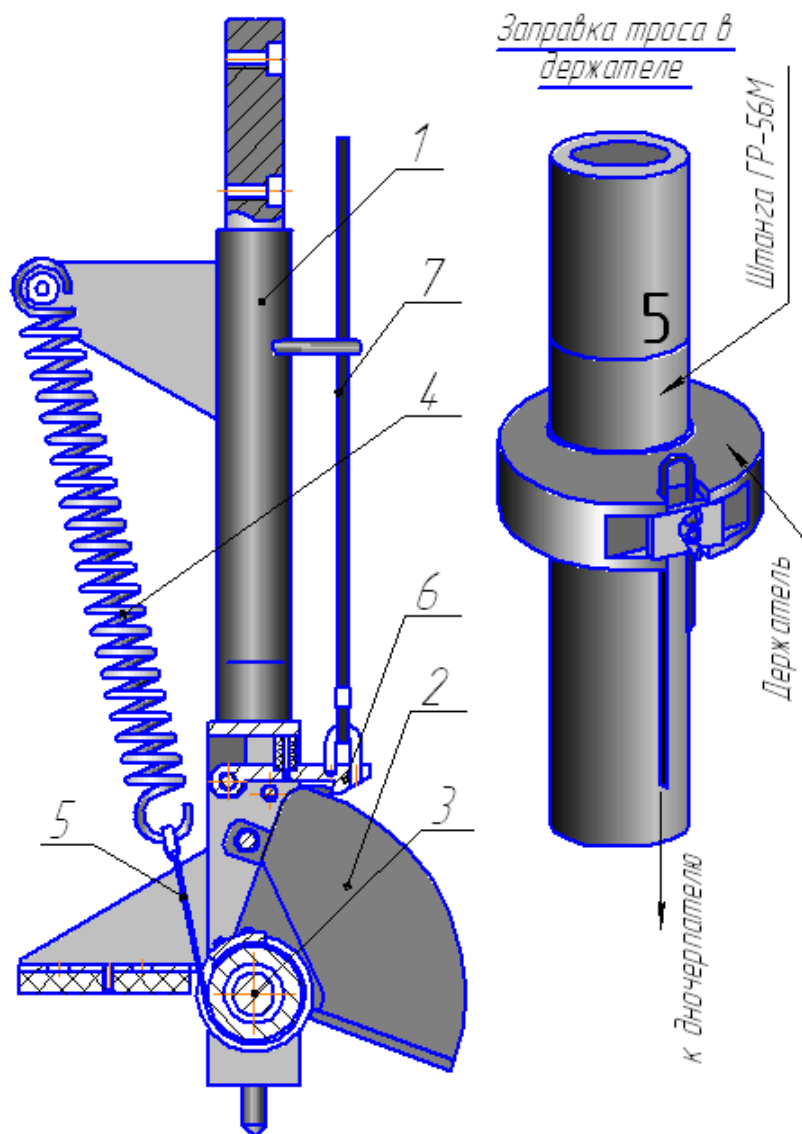

Рисунок 1 – Дночерпатель штанговый ГР-91
5.2. Конструктивно Дночерпатель состоит из: корпуса 1 (см. рисунок 1); заборного ковша 2, жестко установленного на оси 3; двух цилиндрических пружин 4, связанных с заборным ковшом гибкой тягой 5; фиксатора 6 для удержания ковша в открытом положении при погружении прибора на дно; троса 7, соединенного с фиксатором и предназначенного для управления Дночерпателем.
7.3. Недалеко от ручки штанги устанавливается держатель (см. рисунок 1). Он крепится на штанге двумя винтами. Затем ковш с помощью рукоятки устанавливается в открытое положение и фиксируется чекой. На держателе, с помощью винта и накладки, закрепляется свободный конец каната.